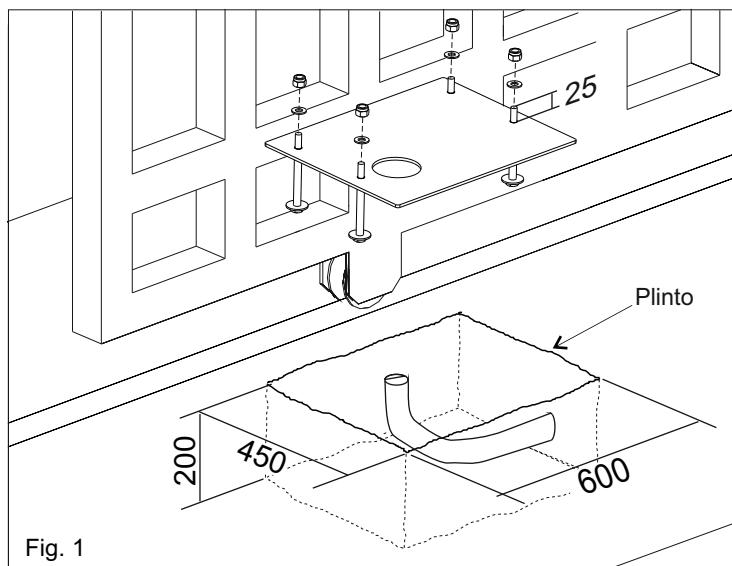

Fig. 1
- 2.1. Predisponer según la medida indicada en la Fig. 1 una plazoleta de cemento dentro de la cual vendrá murada una placa de fundación.
N.B. Es oportuno, cuando la estructura de la cancela lo permite, levantar la placa del pavimento al menos de 50 mm. para evitar eventuales retenciones de agua, Fig.1.